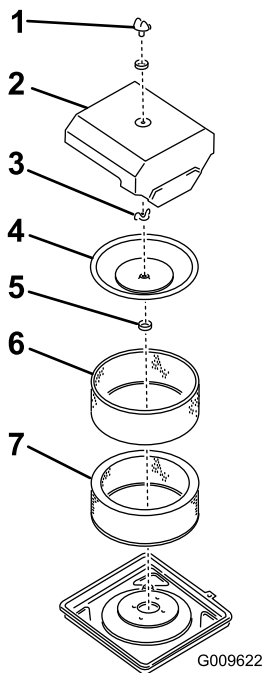

Figura 30
1. Retire el pomo, la junta tórica y la tapa del limpiador de aire (Figura 30).
4. Instale el elemento con el prelimpiador, la junta del respiradero, la tapa interior, la tuerca de orejeta, la tapa del limpiador de aire, la junta tórica y el pomo (Figura 30).